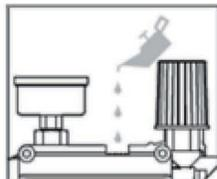
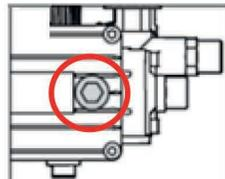

Рис. 18
Рис. 19
5. Через отверстие для щупа залейте в помпу чистое масло (SAE 15W40) (рис. 18) до уровня красной точки по центру смотрового окна (при наличии) (рис. 19) или ориентируйтесь по меткам на щупе. Уровень масла на щупе должен быть ближе к верхней метке.